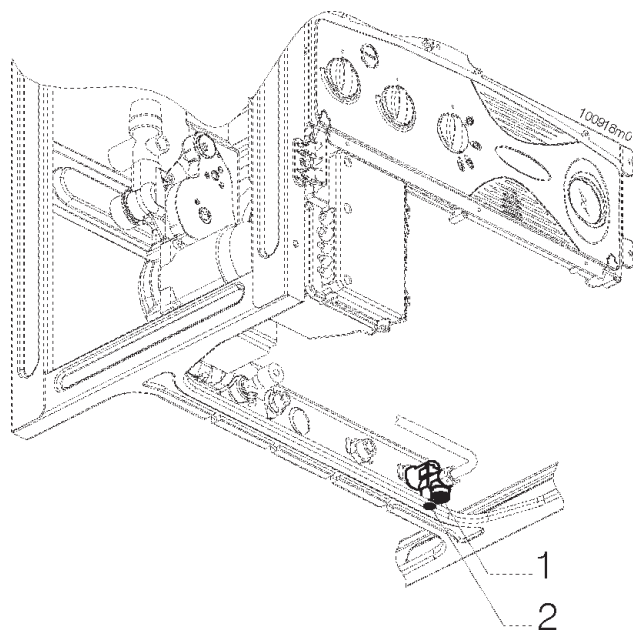

Figura 29 -
- se la temperatura dell'acqua è troppo fredda occorre ridurre la portata dell'acqua attraverso il selettore "2" (vedi figura 29) fino al raggiungimento della temperatura desiderata.